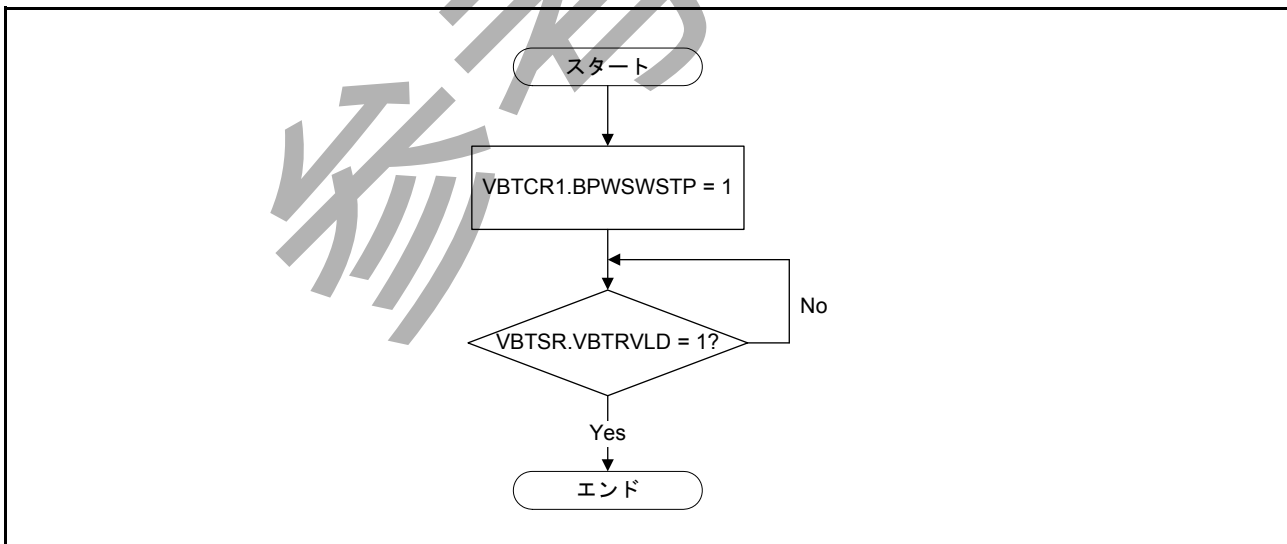

図 12.2 VBTCR1.BPWSWSTP ビットの設定フローチャート
- 注 . VBATT 機能を使用するか否かにかかわらず、パワーオンリセット後は、VBTCR1.BPWSWSTP ビットを 1 にする必要があります。VBTCR1.BPWSWSTP ビットの設定フローが、図 12.2 に示されています。また、VBATT 機能を使用する際は、他の関連レジスタの設定後に、VBTCR1.BPWSWSTP ビットをクリアする必要があります。
- 注 . 図 12.2 では、VBATSR.VBTRVLD ビットが 1 でない場合、ループを抜け出すために VBATT\_POR のリセット時間 tVBATPOR (「51. 電気的特性」を参照) を必要とします。VBATSR.VBTRVLD が 0 の場合、下記のレジスタにはアクセスできません。その他のレジスタは、この条件とは無関係にアクセス可能です。